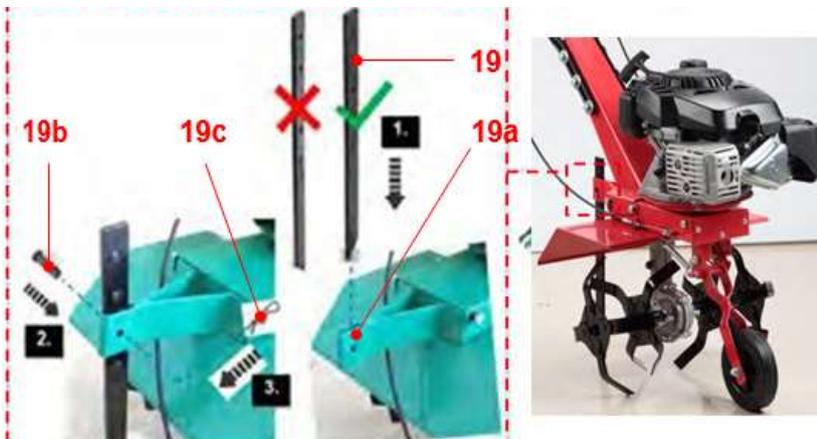

Fig.5
1. Insérez le patin (19) dans le support (19a).
2. Alignez les trous et sécurisez la connexion avec les boulons et clip -R (19c) (Fig.5)